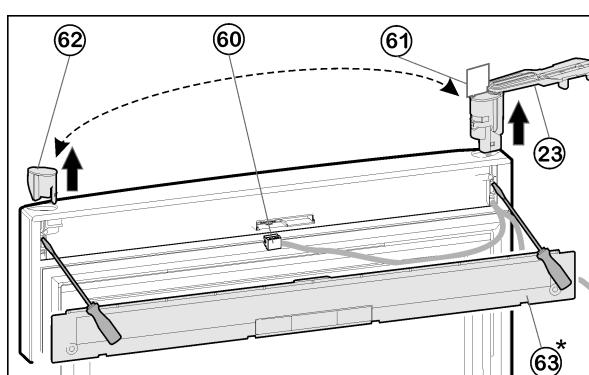

Fig. 11
- С помощью отвёртки выведите из зацепления крышку Fig. 11 (63) на дверце.
- Отсоедините разъем Fig. 11 (60).
- На верхней дверце поверните опорный кронштейн Fig. 11 (23) наружу параллельно краю дверцы.
- Отсоедините входящий в объем поставки шаблон Fig. 12 (61) от опорного кронштейна и заблокируйте им опорный кронштейн Fig. 11 (23) и втулку от поворота.
- При помощи отвертки вытолкните опорный кронштейн Fig. 11 (23) снизу и снимите с двери вместе с кабелем.
- Извлеките пробку Fig. 11 (62) снизу при помощи отвертки и вставьте на другой стороне.
- Проденьте кабель опорного кронштейна Fig. 11 (23) на противоположной стороне и установите опорный кронштейн.
- Снимите шаблон Fig. 11 (61) и закрепите на опорном кронштейне.
- Вставьте разъем Fig. 11 (60).
- Зафиксируйте крышку Fig. 11 (63) на дверце.